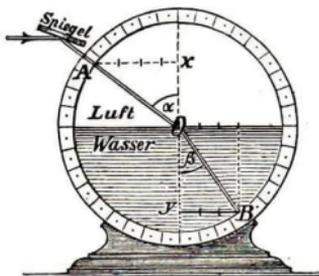

Abb. 235. Brechung im Wasser
1. **Dringt ein Lichtstrahl schräg in Wasser ein, so ändert er seine Richtung;** er wird zum Lot hin gebrochen (Abb. 235).
2. **Brechungsgesetz.** Schon *Ptolemäus* (50 v. Chr.) suchte nach einer Beziehung zwischen α und β . Endlich fand der Holländer *Snellius* (1626) folgende Konstruktion (Abb. 235):